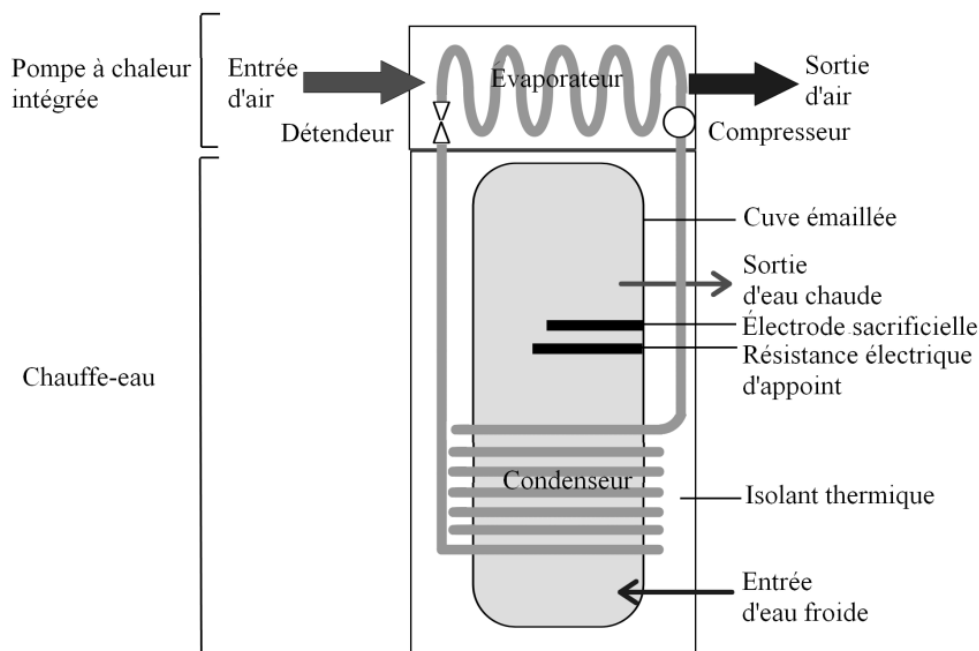

Figure 2 - Schéma descriptif d'un chauffe-eau thermodynamique
- 2) aux chauffe-eaux thermodynamiques faisant appel à une pompe à chaleur (figure 2).
Dans cette partie, on s'intéresse à la pompe à chaleur d'un chauffe-eau thermodynamique schématisé sur la figure 2.